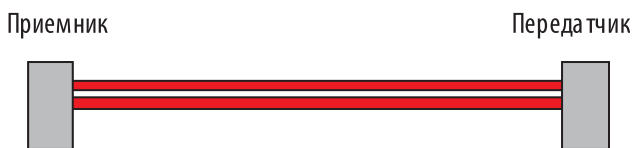
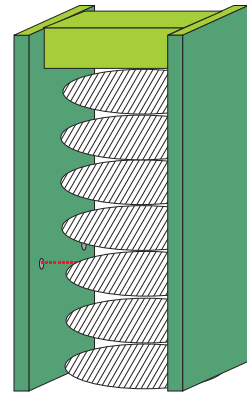

Рис. 5. Применение сдвоенного луча для повышения помехоустойчивости в ИК-датчиках
Рис. 6. Многозонный металлообнаружитель
Активный уличный ИК-датчик: применение сдвоенного луча (рис. 5). Падающий лист перекроет вначале один луч потом второй, пролетающая птица может задеть только один луч.
Многозонный металлодетектор (рис.6). Современные однозонные (одна стойка – панель генераторная, вторая – панель приемная) металлодетекторы имеют два существенных недостатка (рис.5):
- Зона обнаружения неравномерна: она лучше в центре и ухудшается кверху и книзу. Поэтому нарушители, несущие пистолеты в ботинке и на поясе, будут обнаруживаться по-разному. Многозонность эти проблемы решает (рис. 6).